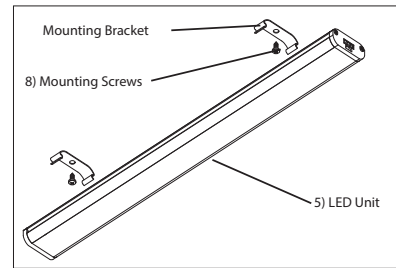

Fig. 2
4. Choisir l'emplacement de l'unité à DEL (5) (doit être à moins de 24 po d'un transformateur (1)).
5. Pour installer les supports de montage – Percer deux trous de guidage (1/16 po dia). Installer les supports de montage à l'aide des vis de montage (8) fournies – deux supports par unité. Voir la fig. 2.
4. Determine location of LED unit (5) (must be within 24" of Transformer (1)).
5. To install Mounting Brackets - Drill two pilot holes- (1/16" dia). Install Mounting Brackets with supplied Mounting screws (8)- two brackets per unit.- See Fig. 2
4. Determine la ubicación de la unidad LED (5) (debe estar a menos de 24" del Transformador (1)).
5. Para instalar los Soportes de Montaje - Taladre dos agujeros pilotos- (1/16" de diámetro). Instale los Soportes de Montaje con los Tornillos de Montaje (8) proveidos- dos soportes por unidad.- Vea Fig. 2.